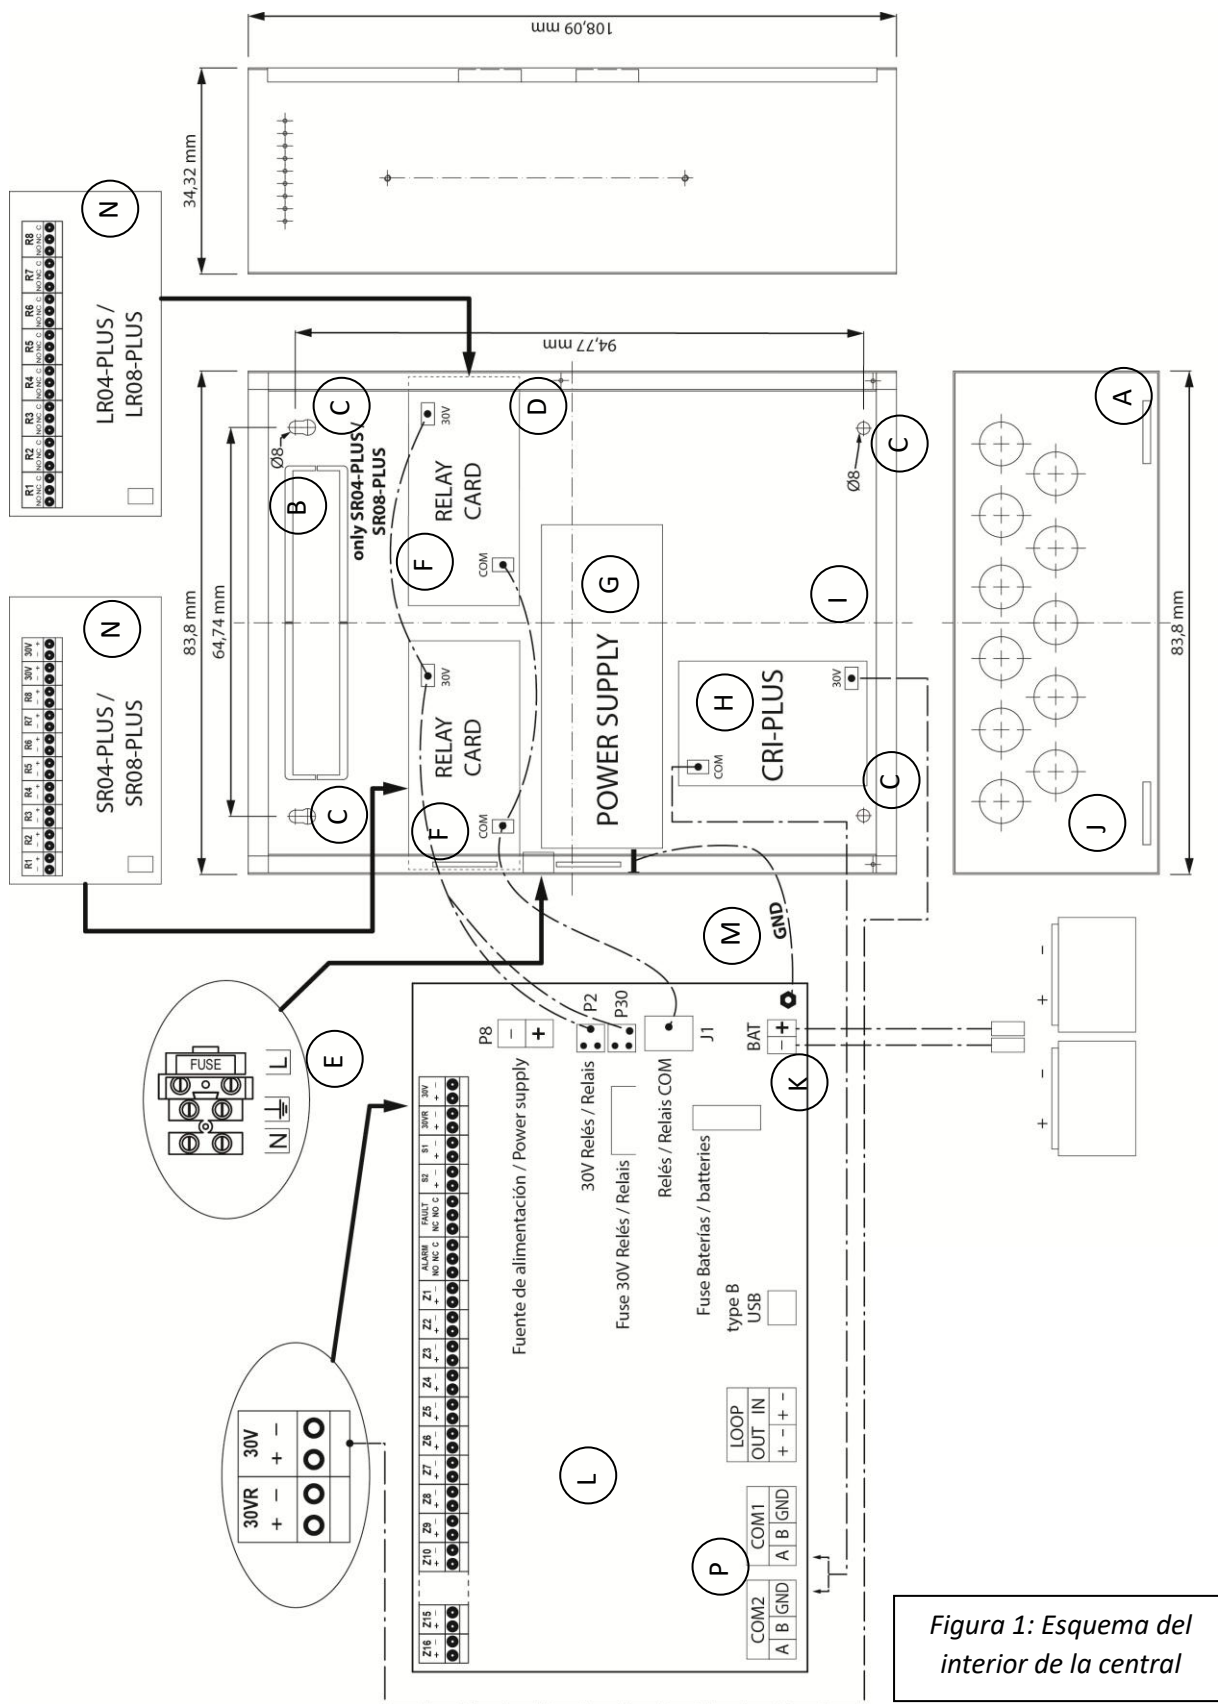

Figura 1: Esquema del interior de la central
La central CCG-XXZPLUS está compuesta por un cofre metálico con una puerta frontal de plástico fijada con dos pestañas en la parte superior y dos tornillos en las esquinas inferiores. Dispone de 13 pretaladros de Ø28mm en la parte superior (A) [Figura 1] para el paso de cableado además de uno rectangular de 200x40 mm en el fondo superior del cofre (B). Se atornilla a la pared vertical con 4 tornillos de Ø8mm situados en sus esquinas (C). El portacarátulas se sitúa en la zona central frontal sujeta por un tornillo en el perfil del lado derecho (D) y gira sobre el perfil izquierdo abriéndose como una puerta permitiendo el acceso al interior del cofre.
Este espacio admite un máximo de 2 tarjetas, situándose la tarjeta número 1 a la izquierda y la tarjeta número 2 a la derecha. Los relés se numeran de izquierda a derecha en el interior de la central empezando por los de la tarjeta 1 y continuando por los de la tarjeta 2. Las tarjetas se conectarán a la CPU según el esquema de la [Figura 1]. Las tarjetas LRxx-PLUS lo hacen del conector J1 de la CPU al COM de las LRxx-PLUS. Las tarjetas SRxx-PLUS disponen de dos líneas de conexionado, la primera línea del conector J1 de la CPU al COM de las SRxx-PLUS y la segunda línea del conector P2 ó P30 de la CPU al de 30V de las SRxx-PLUS. Esta segunda línea alimenta solo la salida de los relés supervisados de las tarjetas SRxx-PLUS. Las tarjetas SRxx-PLUS admiten alimentación a través de una fuente de alimentación externa independiente de la propia central.
Realizar los taladros necesarios para sujetar la central en la pared. Para ello tener en cuenta los orificios (C) [Figura 1] situados en las esquinas del cofre.
Por razones de seguridad, el cable de alimentación eléctrica debe ser lo más corto posible dentro del panel de control. Luego, el cable de alimentación eléctrica debería ingresar al panel de control a través del taladro superior izquierdo (J) [Figura 1] con la longitud mínima en el interior para permitir una buena conexión.
La tarjeta debe situarse en el espacio (F) [Figura 1] del cofre. Este espacio admite un máximo de 2 tarjetas, situándose la tarjeta número 1 a la izquierda y la tarjeta número 2 a la derecha. Las tarjetas deben ser identificadas adecuadamente mediante sus microswitches (N):
La tarjetea debe situarse en el espacio (H) [Figura 1] del cofre. Cada tarjeta dispone de 4 orificios en las esquinas que coinciden con los 4 pernos del cofre destinados a esta tarjeta.
La salida de baterías (señaladas como K en la [Figura 1]) está supervisada y protegida por un fusible de cartucho de cristal, y permite la conexión de las baterías a la central. Desde este punto de conexión se realizan tanto la carga de baterías como la monitorización de su estado. La salida está protegida por hardware contra la inversión de polaridad.